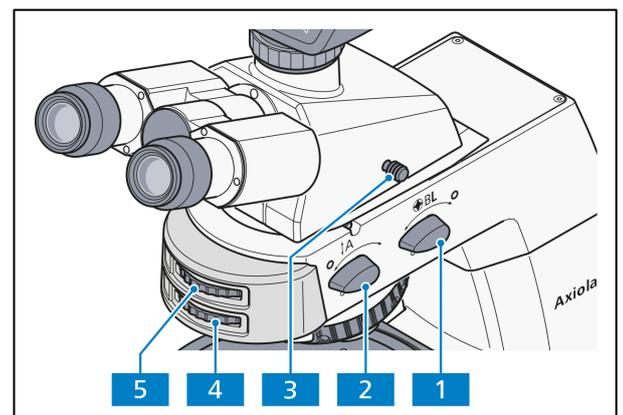

Abb. 4-11 Axiolab 5 für Durchlicht-Konoskopie
- Analysator mit Drehknopf **A** (Abb. 4-11/2) in Strahlengang (Position **on**) bringen.
- Mit Stellrad (Abb. 4-11/4) des Analysators kann die Schwingungsrichtung verändert werden.
- Bertrandlinse **BL** (Abb. 4-11/1) einschalten (Position **on**). Daraufhin erscheint das Achsenbild im Sehfeld.
- Mit Stellrad (Abb. 4-11/5) das Achsenbild fokussieren.
**(4) Auswertung**